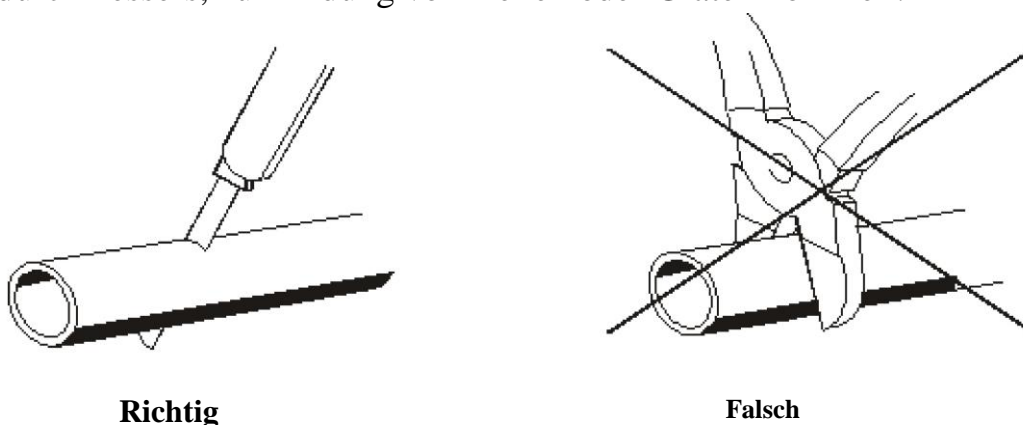

Bild 8.7 – Abschneiden des Kraftstoffrohrs vor seiner Installation
8.6.2 Bei der Montage des Kraftstoffrohrs darf es nicht zur Verbiegung der Anschlussverbindungen kommen. Zum Abschneiden des Kraftstoffrohrs ein scharfes Messer benutzen, siehe Bild 8.7. An den Schnittstellen darf es nicht zu einer Verengung des Durchflussdurchmessers, zur Bildung von Dellen oder Graten kommen.